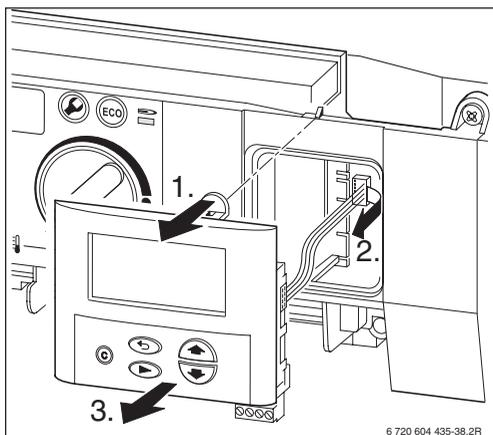

Bild 11
- ▶ Textdisplay (→ Bild 11) wieder einbauen.